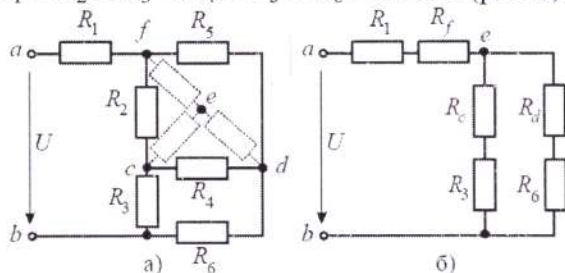

Рис. 2
**Задача 2. Определить эквивалентное сопротивление** относительно зажимов  $a-b$ , если  $R_1 = R_2 = R_3 = R_4 = R_5 = R_6 = 10 \text{ Ом}$  (рис.2, а).
Преобразуем соединение «треугольник»  $f-d-c$  в эквивалентную «звезду». Определяем величины преобразованных сопротивлений (рис. 2, б):